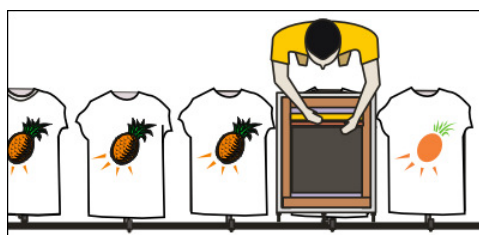

Imagen 329\_p
- Se stampa el negro que es el 3º color final (Imagen 329\_p)